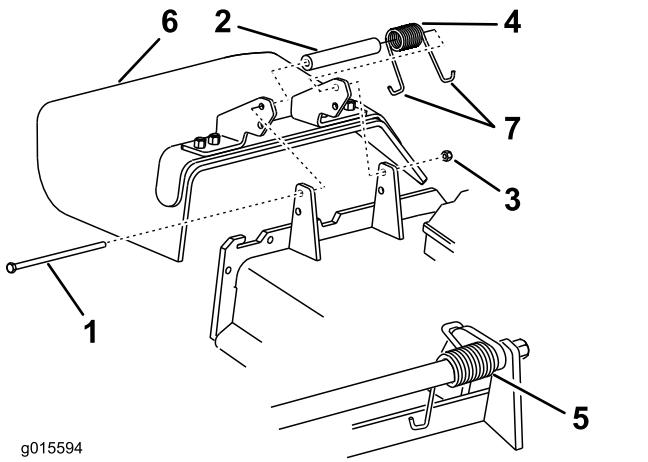

Figure 110
1. Retirez le contre-écrou, le boulon, le ressort et l'entretoise qui fixent le déflecteur aux supports de pivot (Figure 110).
2. Enlevez le déflecteur s'il est endommagé ou usé (Figure 110).
**Remarque:** Prenez soin de placer 1 extrémité en J du ressort derrière le bord du tablier avant de mettre le boulon en place, comme montré à la Figure 110.
6. Accrochez l'extrémité en J du ressort au déflecteur d'herbe (Figure 110).